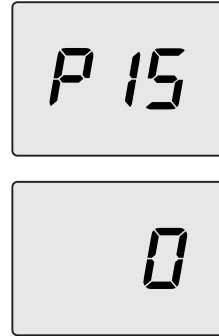

Figura 5.29
- Desplace los parámetros mediante los botones 13 o 14 hasta que aparezcan en el display LCD las letras **P15** que se alternan con el valor del parámetro, indicando que se ha entrado en el "parámetro 15" (Figura 5.29).
- Pulsando simultáneamente los botones 12 y 13 (Figura 5.27) se sale sin modificar el valor (se vuelve a la lista de parámetros Figura 5.29).